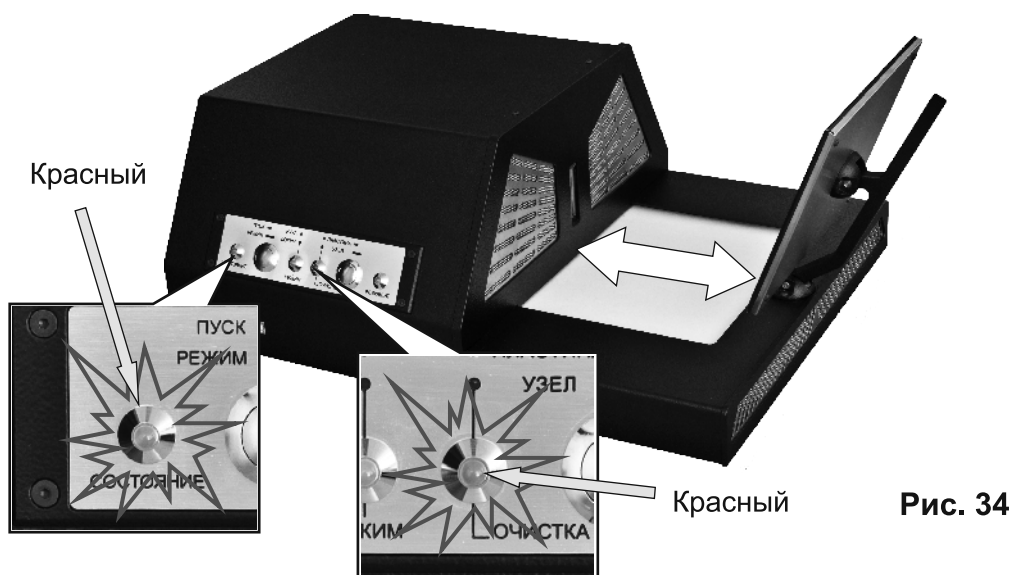

Рис. 34
3. После звукового сигнала пробоотборная пластина позиционируется и остается на месте. Индикатор «Состояние» меняет цвет свечения с зеленого на красный, а индикатор «Результат» не светится. Индикатор «Очистка» имеет красный цвет свечения (Рис. 34).